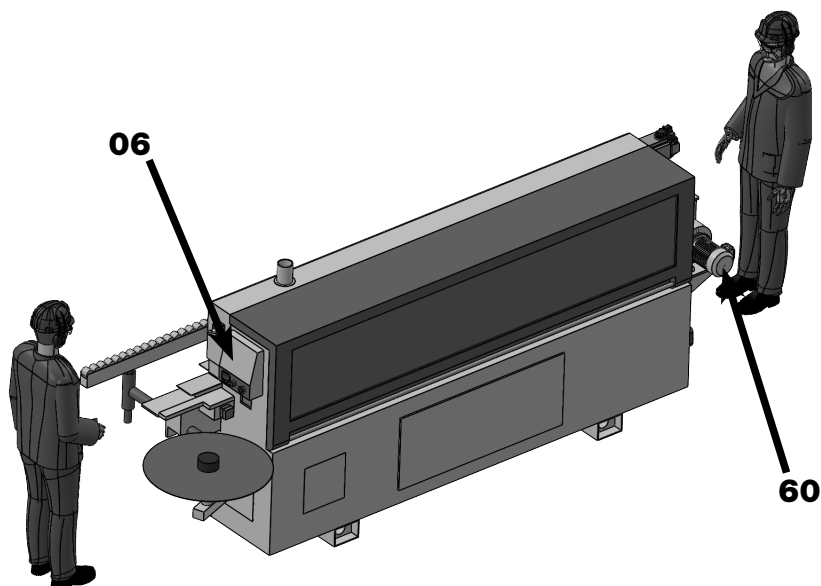

FIGURA 04 – Postos de Trabalho
Uma das **RECOMENDAÇÕES DE SEGURANÇA** exigidas por este Manual de Instruções refere-se ao posto de trabalho durante o processo de operação. Os postos de trabalho são em frente ao Painel de Comando (06), área de alimentação do painel e na área de retirada do painel, no final da Esteira (16), próximo ao Motorredutor da Esteira (60) (figura 04).